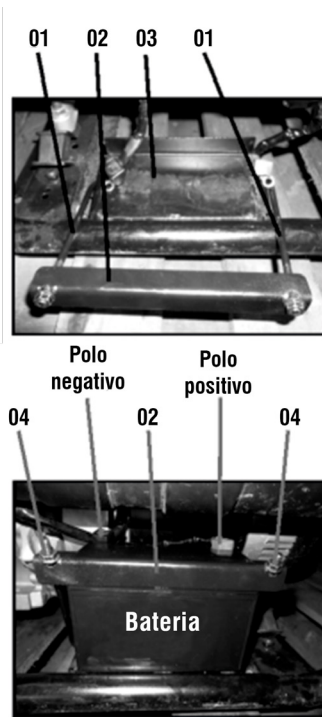

Fig. 20 – Instalação da bateria
- Conecte o terminal negativo (-) do gerador de solda no polo negativo da bateria (cor preta) (Fig. 20);
- Conecte o terminal positivo (+) do gerador de solda no polo positivo da bateria (cor vermelha) (fig. 20);
- Encaixe o suporte (peça 2) na bateria (fig. 20);